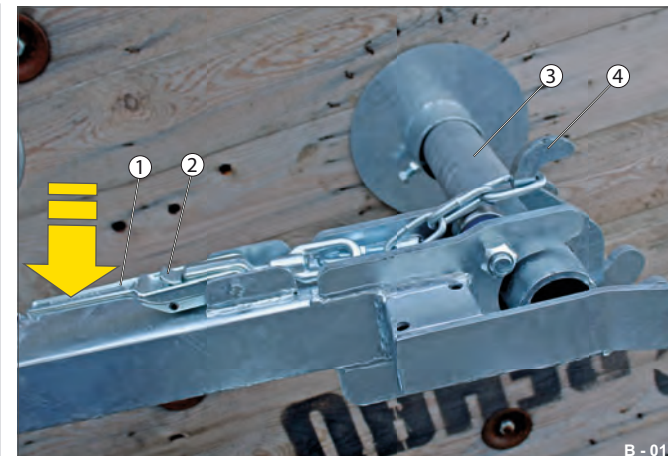

Abb. 15 Kabeltrommel gesichert
► Drücken Sie den Hebel (Abb. 15/1) mit flacher Hand zu. Die Sicherung schnappt ein, der Exzenterverschluß ist geschlossen.